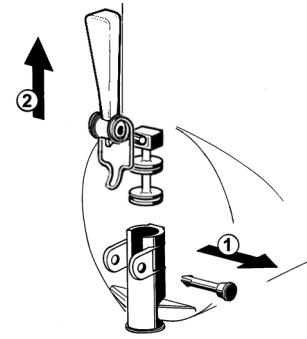

figure 10
5 Démonter le robinet selon la séquence indiquée (voir figure 10).
- 3** Remonter le robinet sur le réservoir en suivant la séquence effectuée pour le démontage en sens inverse (voir figure 10).